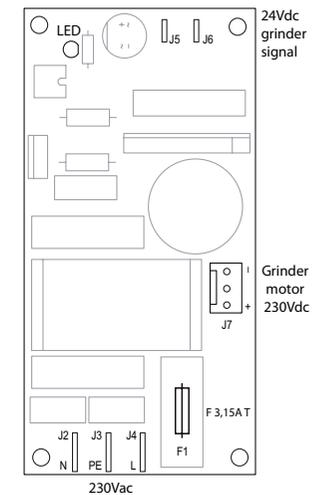

Fig. 31
Cette platine du moulin (fig. 31) converti le 230Vac(AC) en 230Vdc (DC) pour commander le moteur.